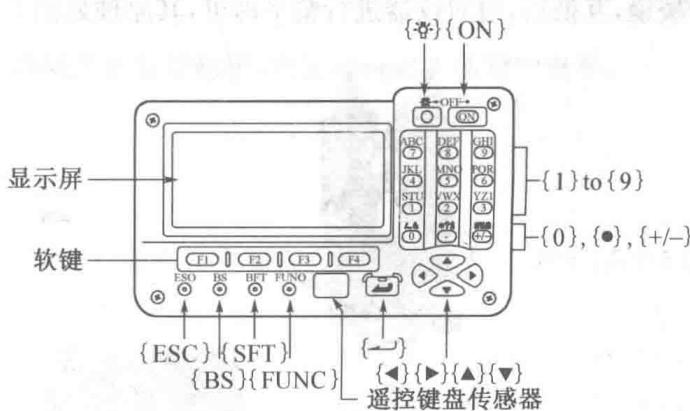

图2-9 全站仪显示及操作面板
(1) 熟悉全站仪的各个螺旋及全站仪的显示面板功能等(见图2-9)。